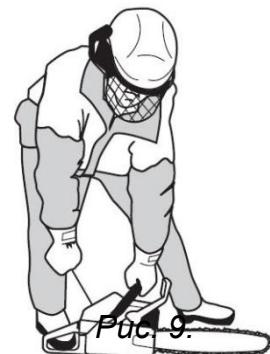

Рис. 9.
5. Прижмите пилу вниз, наступив ногой на защитный щиток правой ручки. Обхватите переднюю ручку пилы левой рукой (См. Рис. 9).